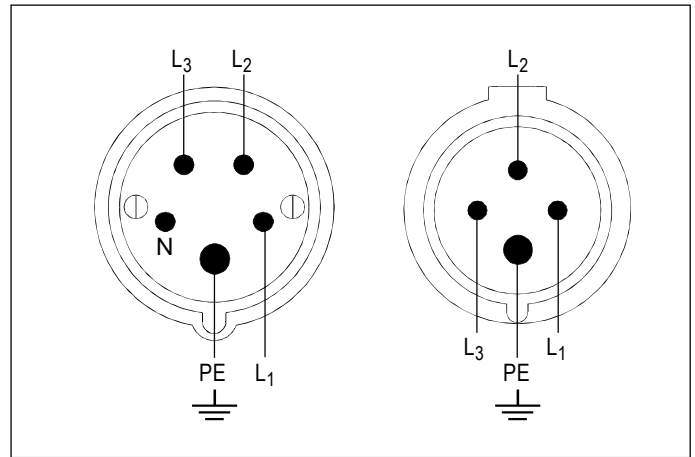

Fig. 6
- Conducteur jaune-vert = terre (PE). Les autres conducteurs L₁, L₂, L₃, sont raccordés aux trois phases placées sur la prise secteur mâle (Fig. 6). Il n'est pas nécessaire de tenir compte de l'ordre de phases.